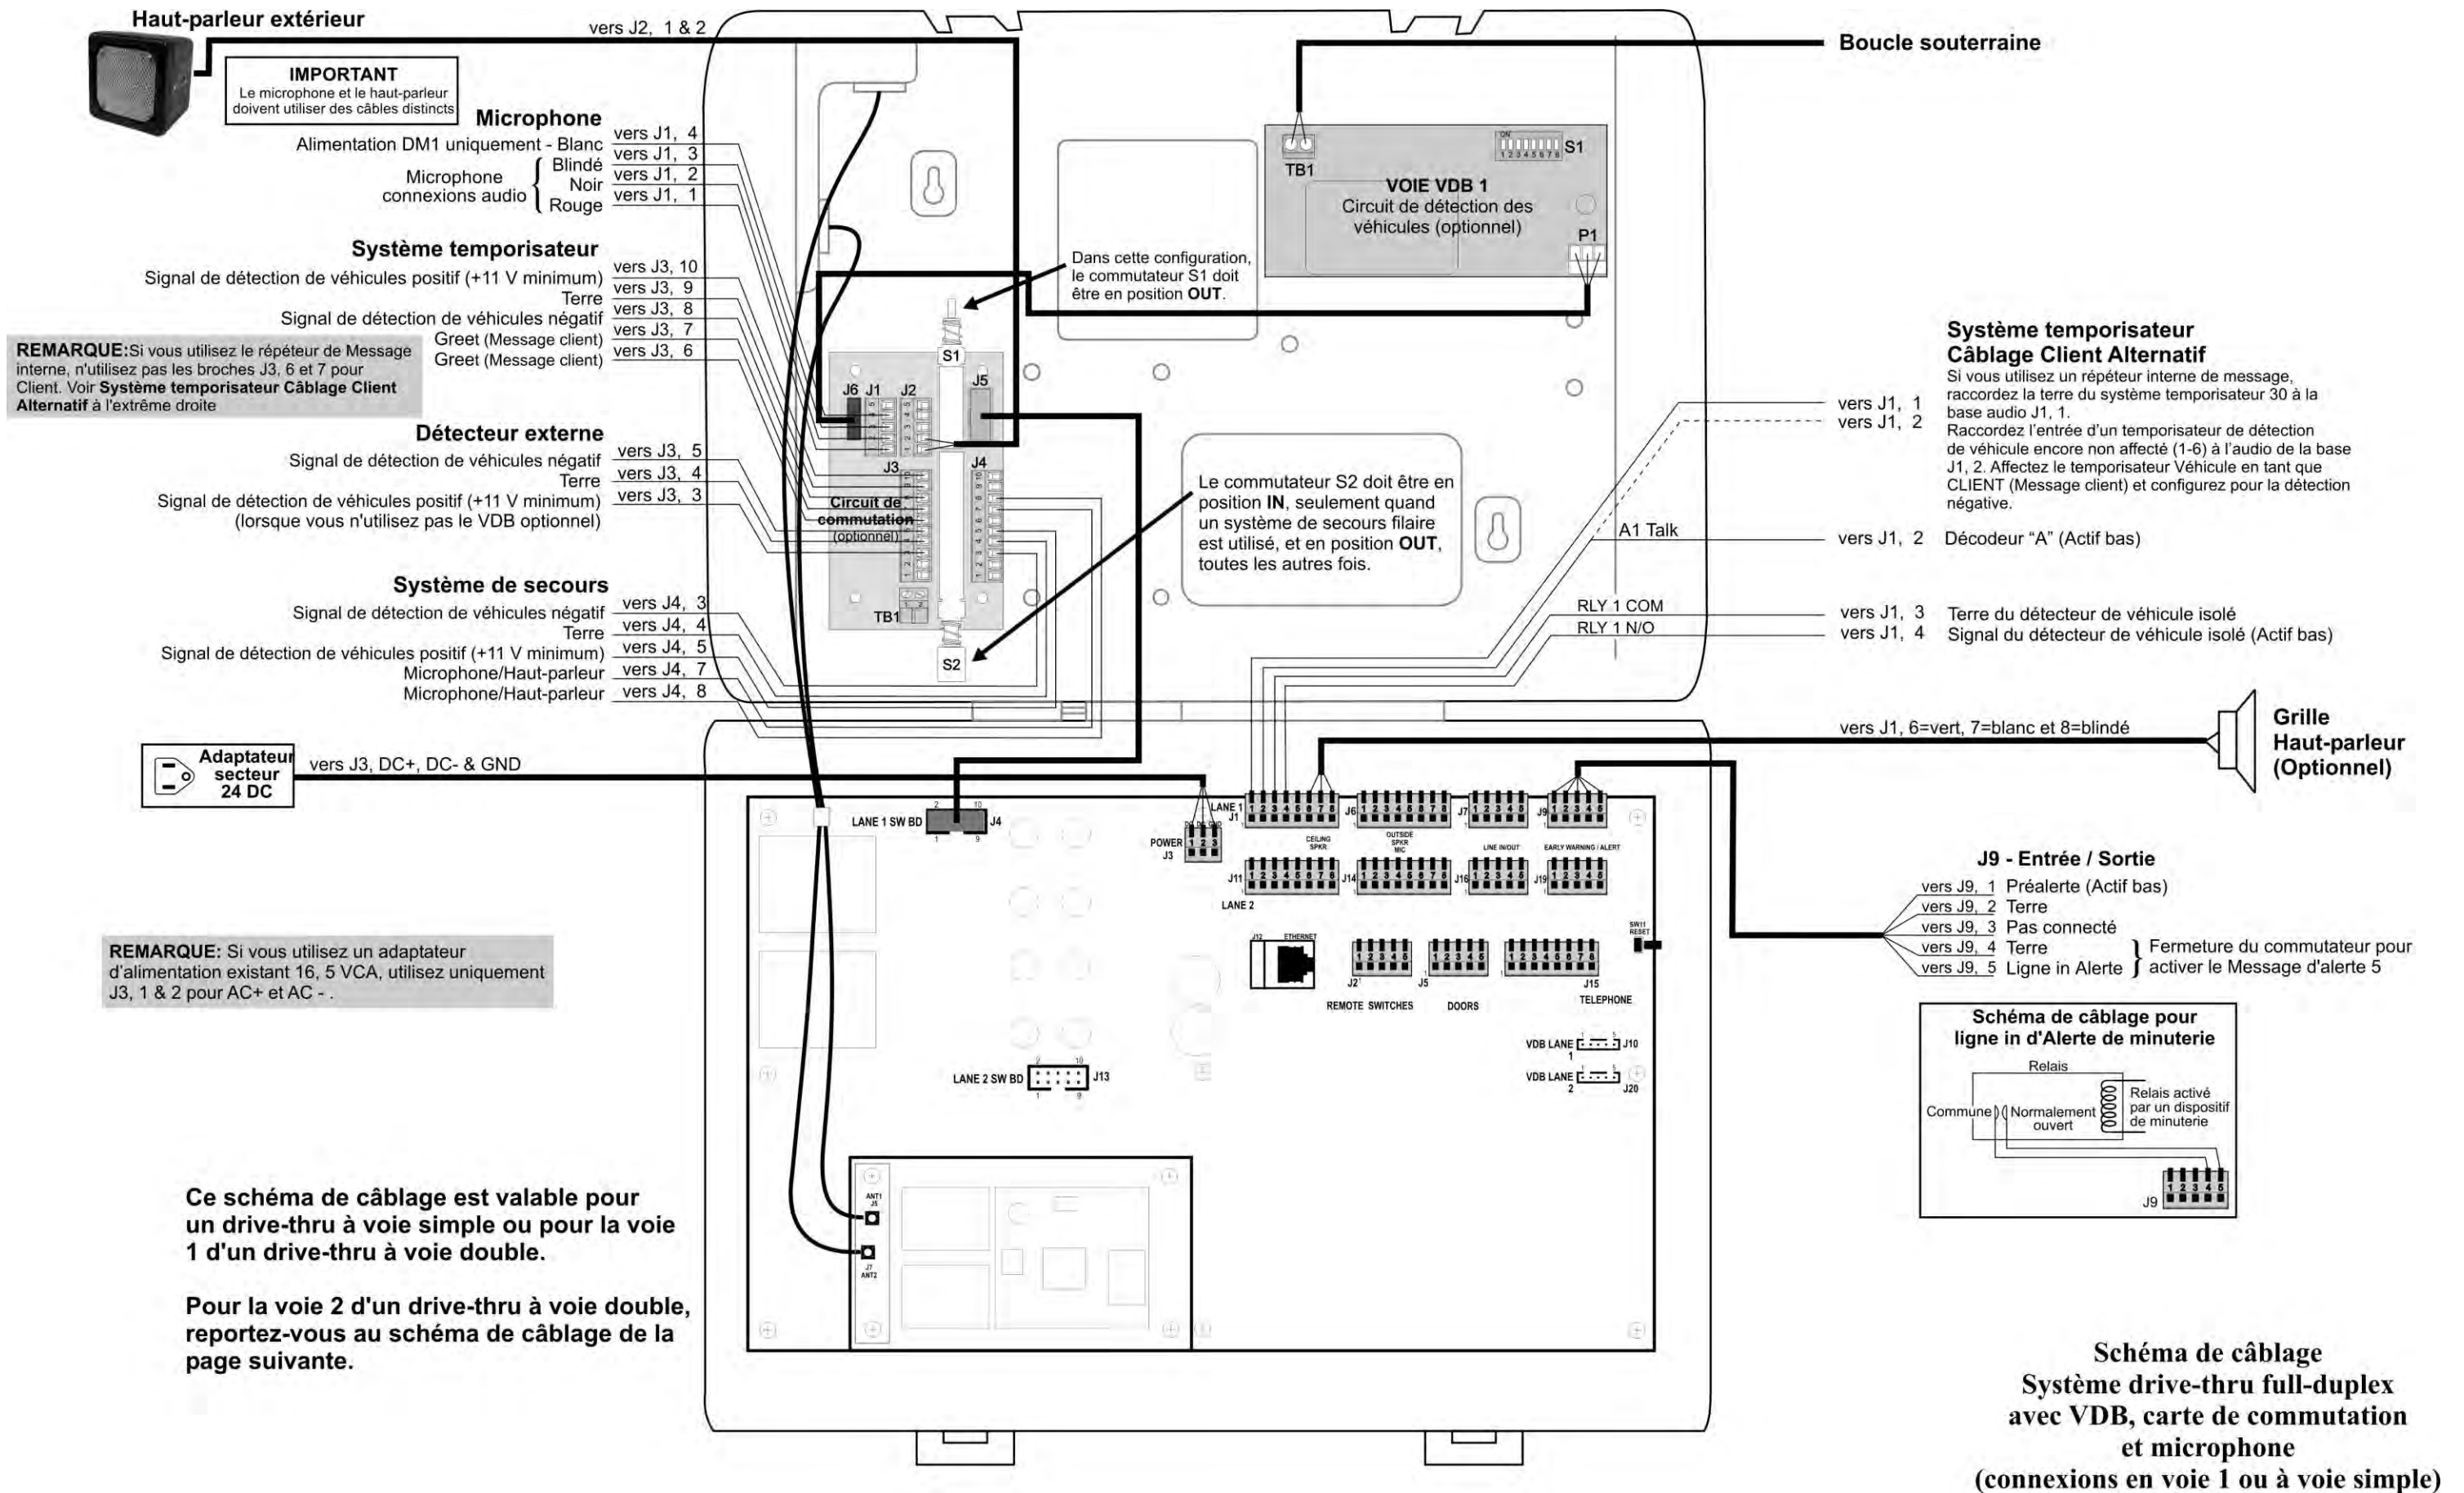

Figure 32.
- Page 90, Figure 32 — (Connexions pour Voie 1 ou système à une voie)